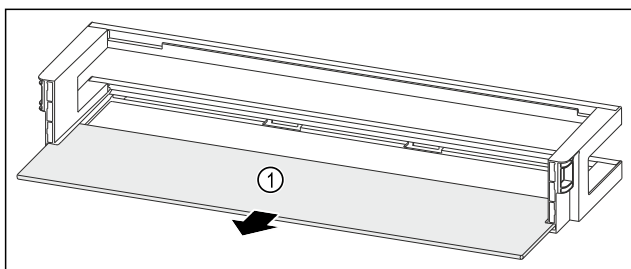

Fig. 139 Dveřní přihrádka s odkládací plochou
- ▶ Odkládací plochu Fig. 139 (1) odeberte.